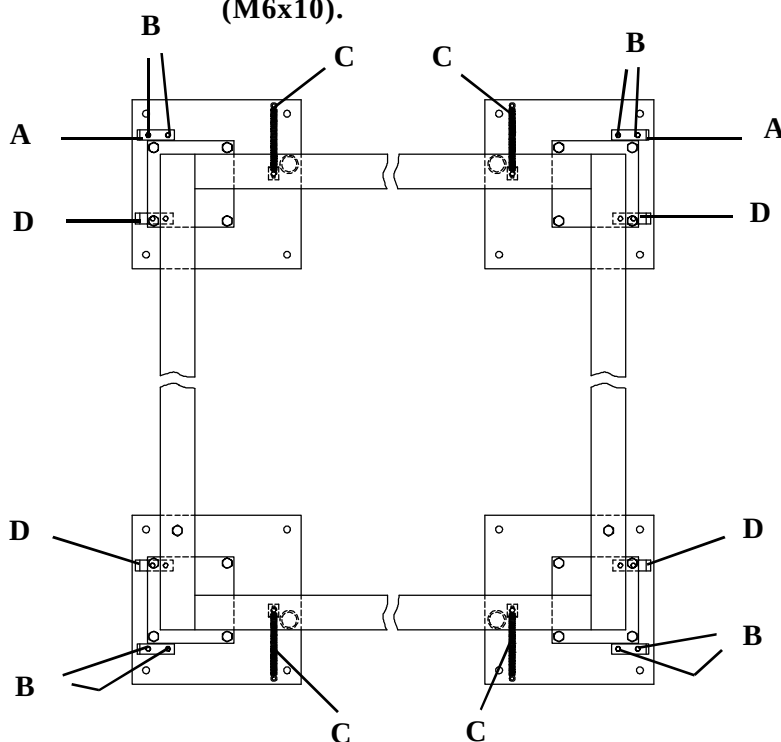

fig. 18
-Remove screws, washers and sleeves screwed in the hinges (**fig. 18/A**) from the guards. These hinges are secured to each of the four bases. Put the sleeves in the holes at the guards corners. Secure them using screws and washers. The sleeves must permit the guards movement. Rectify hinges position if required, by loosening the mounting screws (**fig. 18/B**) and move them in the appropriate direction.
-Engage the springs (**fig. 18/C**) between the bases brackets and the guards brackets (two springs for each bracket).
-Place the side guards between the side brackets (**fig. 18/D**) and the folded corners of the front and rear guards.
-Desmontar los tornillos, arandelas y casquillos atornillados en las charnelas (**fig. 18/A**) de las tapas. Dichas charnelas están fijadas a cada una de las cuatro bases. Pasar los casquillos por los taladros de los extremos de las tapas. Fijarlas mediante los tornillos y las arandelas. Los casquillos deben permitir el movimiento de las tapas. Rectificar la posición de las charnelas si fuera preciso, aflojando los tornillos de fijación (**fig. 18/B**) y desplazándolas en el sentido adecuado.
-Enganchar los muelles (**fig. 18/C**) entre los soportes de las bases y los de las tapas (dos muelles en cada soporte).
-Introducir las tapas laterales entre los soportes laterales (**fig. 18/D**) y los extremos doblados de las tapas anterior y posterior.
-Démonter les vis, rondelles et frettes vissées sur les charnières (**fig. 18/A**) des protecteurs. Ces charnières sont fixées à chacune des quatre bases. Introduire les frettes par les trous des extrêmes des couvercles. Les fixer avec les vis et les rondelles. Les frettes doivent permettre le mouvement des protecteurs. Rectifier la position des charnières si nécessaire, en desserrant les vis de fixation (**fig. 18/B**) et les déplaçant dans le sens approprié.
-Retenir les ressorts (**fig. 18/C**) entre les supports des bases et ceux des couvercles (deux ressorts dans chaque support).
-Introduire les carters latéraux entre les supports latéraux (**fig. 18/D**) et les extrêmes doublés des protecteurs avant et arrière.